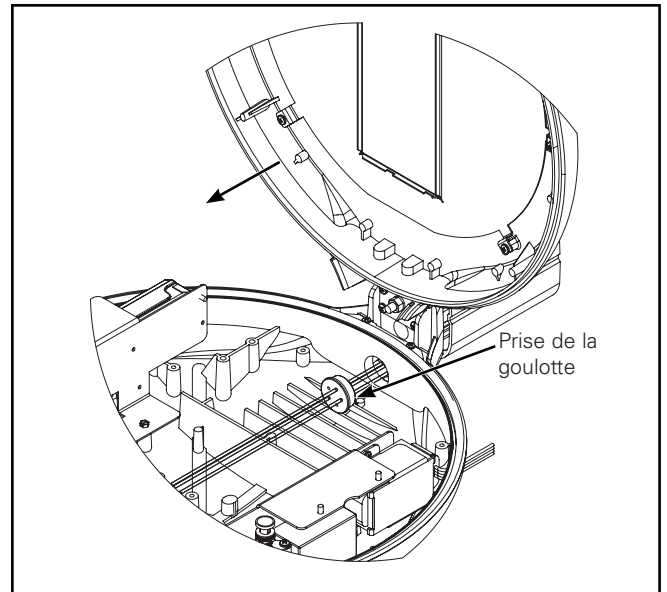
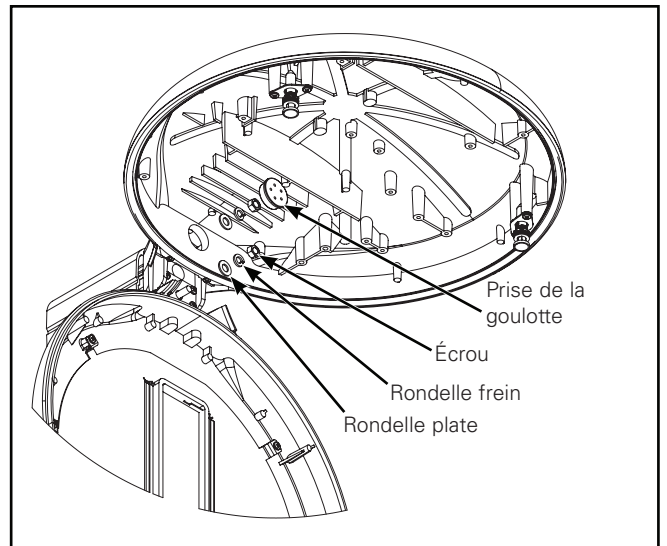

Figure 3A.
Figure 3B.
Fixation du boîtier au bras (Figures 3A – 3B.)
1. Retirez la prise de la goulotte du boîtier. Dégagez les câbles de sortie du luminaire afin que les tiges filetées soient accessibles par le boîtier du luminaire (Figure 3A). Passez les câbles du luminaire à travers le bras. Faites glisser le boîtier sur les tiges filetées et fixez-le à l'aide des rondelles plates, des rondelles frein et des écrous hexagonaux de la manière suivante : moyenne icône (ICM) - 50,84 N-m (450 po-lb), petite icône (ICS) - 14,69 N-m (130 po-lb) (Figure 3B). Réinstallez la prise de la goulotte dans la goulotte du boîtier.